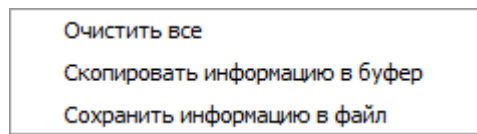

Рис. 243
18.13.5.2. Окно имеет контекстное меню (рис. 243).